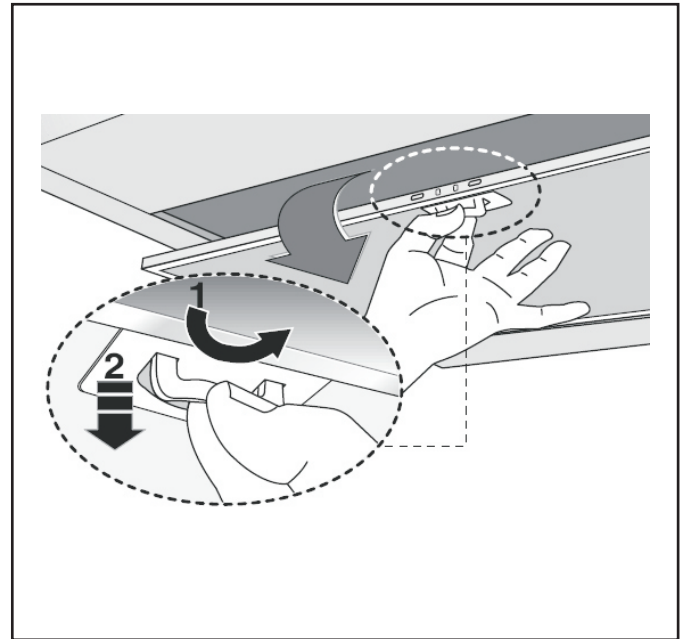

Fig.4
- Antes de efectuar las operaciones de fijación, extraer el / los paneles filtrantes **(Fig.4)**.
- .- Quite los paneles filtrantes (**Fig.4**) y lávelos con una solución de agua y detergente líquido neutro dejando ablandar la suciedad.